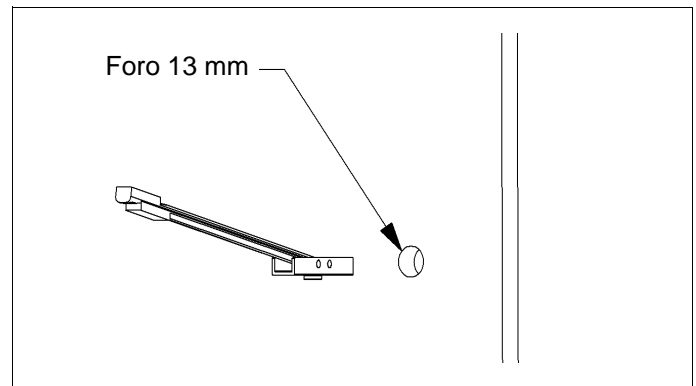

Figura 4.
1. Determinare una posizione di montaggio adatta e sollevare la piastra a parete (10) in posizione (vedere "PARTI DELLA PIASTRA A PARETE" a pagina 3).
2. Praticare un foro da 13 mm nella posizione desiderata, assicurandosi che la parete sia spessa almeno 13 mm. Se la parete è costituita da montanti in metallo, si consiglia di installare i tasselli attraverso il cartongesso e il montante metallico (figura 4).